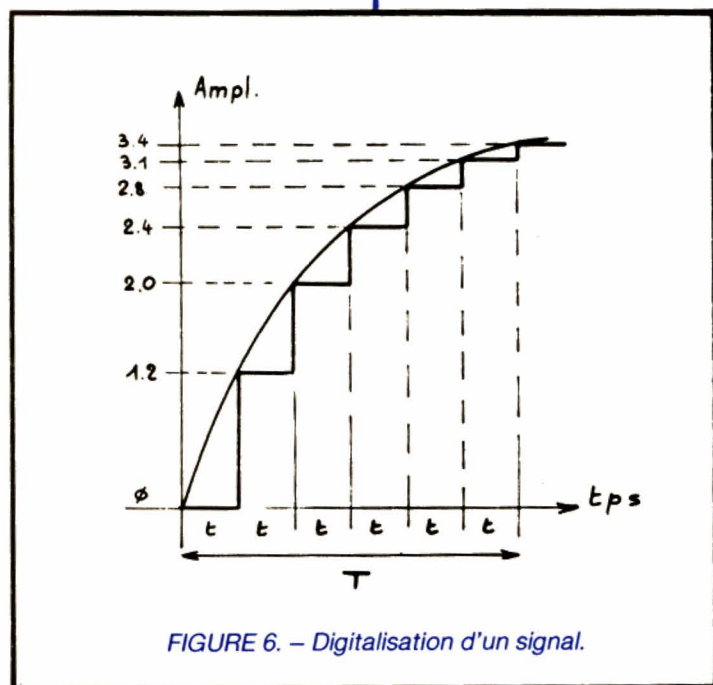
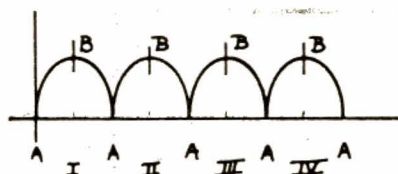
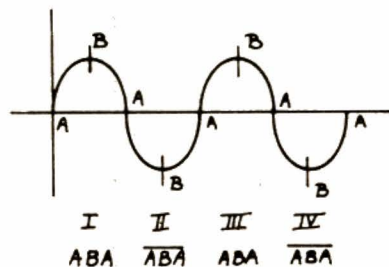

FIGURE 6. - Digitalisation d'un signal.
FIGURE 7. – Sortie du DAC.
FIGURE 8. – Sortie après inversion des phases paires.
Ce processus est appelé **digitalisation d'un signal**. Voir la figure 8 dans laquelle la courbe a été digitalisée à sept niveaux, dont les valeurs seront, par exemple, de 0 1,2 2,0 2,4 2,8 3,1 et 3,4. En admettant que 3,5 soit la valeur maximale du signal en question, alors on peut établir la correspondance entre  $n_2$  et les valeurs ci-dessus :
Finalement, pour digitaliser notre signal de la figure 6, il faut appliquer sur B1... B8 les mots binaires suivants :
Pour synthétiser la courbe de la figure 6, il faudra appliquer ces mots binaires à intervalles de temps  $t$  égaux. Bien entendu, cela nous fait penser à un compteur. Nous ferons donc, sans aucun doute, appel à ce type de circuit.
Mais revenons un instant à la figure 6, pour constater que la forme synthétisée en escalier est fort grossière et qu'elle s'écarte assez notablement de la forme idéale transmise. La raison est évidente : le nombre des échelons est trop faible. Augmentons donc ce nombre ! Rendons-le aussi grand que possible !
Supposons que  $T$  de la figure 6 corresponde à  $1/4$  de période d'une sinusoïde. Supposons une fréquence de 20 kHz.
Mais, au fait, comment peut-on passer du quart de période de la figure 6 à la période entière de la figure 8 ?
– Tout d'abord le compteur d'adressage comptera de A à B, puis décomptera de B à A... et ainsi de suite, donnant le signal de la figure 7 ! Ce signal sera celui de sortie du DAC-08 :
La figure 8 donne le résultat obtenu. Petit miracle ! C'est une sinusoïde ! Compteur/décompteur et commande d'inversion font partie de la logique de contrôle du TBF3. Nous l'étudierons plus loin.
forme du signal de la figure 7. L'ampli OP qui suit est un 318 à large bande. Il opère la transformation illustrée en figure 8. Le fonctionnement de cet étage est assez spécial :